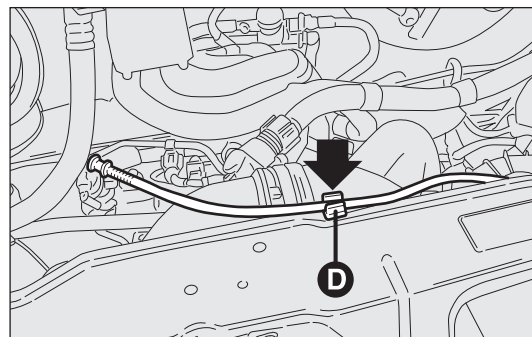
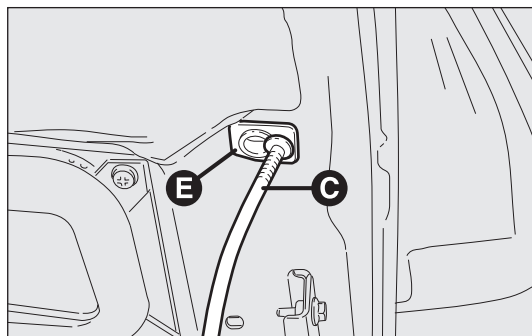

fig. 125
fig. 126
- ☐ soulever le capot et en même temps dégager la béquille de soutien fig. 125 de son dispositif de blocage D, puis engager l'extrémité C-fig. 126 de la béquille dans l'emplacement E du capot.
- ☐ tenir le capot soulevé d'une main et de l'autre enlever la béquille C-fig. 126 du logement E et la remettre dans son dispositif de blocage D-fig. 125;